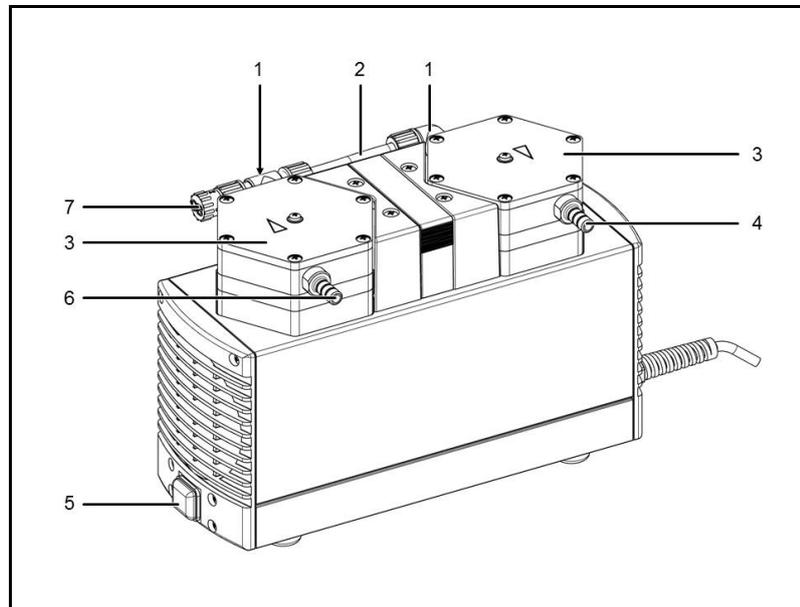

Fig. 3 : Pompe à membrane (pompe représentée symboliquement N 840.3 FT.18G)
1. Retirer les tuyaux de l'entrée pneumatique de pompe (Fig. 3/6) et de la sortie de pompe (4).
2. Ouvrir le raccordement (2) entre les têtes de pompe.
3. Dévisser la tubulure de raccordement (1) de la tête de pompe aspirante.
5. Fermer le raccordement (2) entre les têtes de pompe.
- Mettre en marche la pompe avec l'interrupteur (voir Fig. 3/5).
- Arrêter la pompe avec l'interrupteur (voir Fig. 3/5).